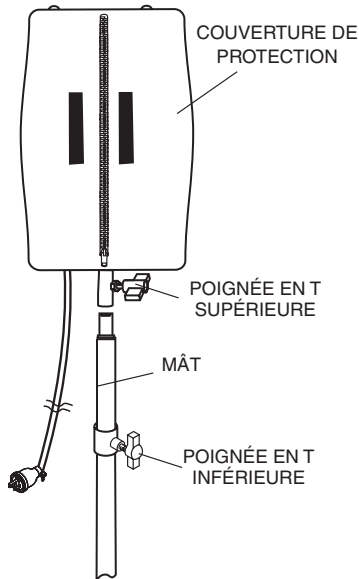

Figure 11. Mise en place de l'ensemble d'éclairage
1. Mettre l'ensemble du ballon (Figure 11) sur le mât et serrer la poignée supérieur en T.
2. Bien serrer le contre-écrou à l'aide d'une clé de 19 mm. Cf. Figure 11.